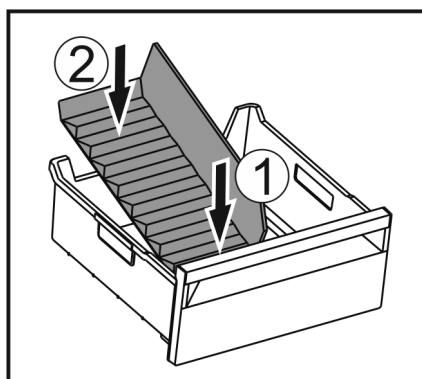

Fig. 45
- Pregradu najprije umetnite s prednje strane Fig. 45 (1).
- Spustite stražnji dio Fig. 45 (2).